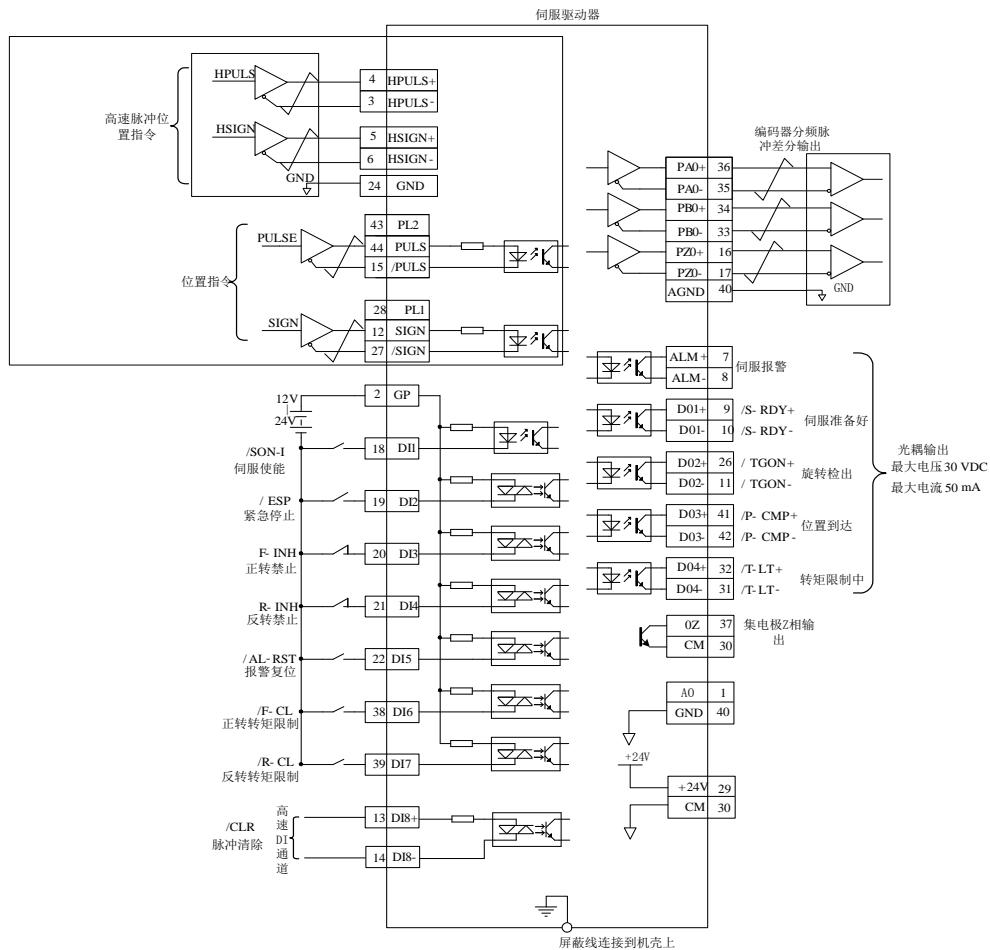

图 6.4.2 外部位置脉冲模式典型接线图
- ◆ 参考图 6.4.2 或图 6.4.6 的配线说明，进行 DI/DO 信号的连线；